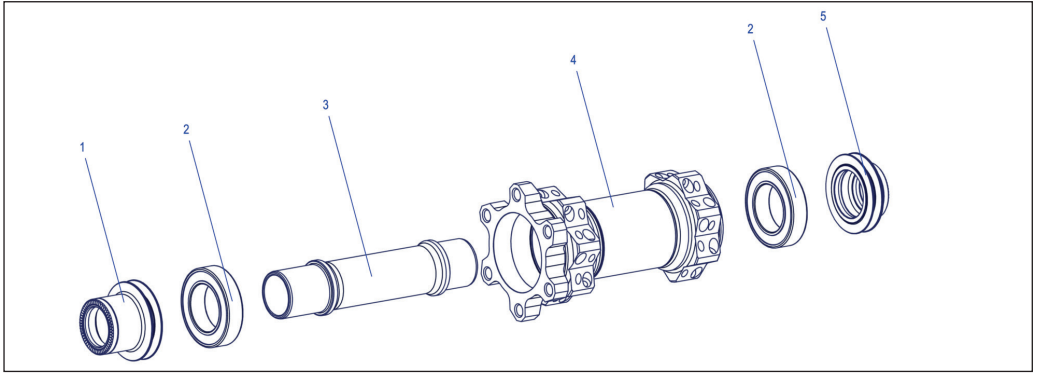

figure 1: Moyeu de roue avant 180, 240
1. Serrer l'une des deux coupelles (figure 1/1, 5) dans un étau.
1. Enfiler l'outil de démontage sur l'axe (figure 1/3).
2. Chasser le roulement à billes (figure 1/2) du carter de moyeu avec l'aide de l'outil de démontage et un marteau à tête plastique.
6. Chasser le deuxième roulement à billes (figure 1/2) du carter de moyeu avec l'aide de l'outil de démontage et un marteau à tête plastique.
3. Enfiler l'axe (figure 1/3) sur la douille de montage.
5. Enfiler sur l'axe le roulement à billes légèrement graissé (figure 1/2) avec le côté coloré vers l'extérieur sur le côté disc.
10. Enfiler sur l'axe du côté opposé au côté frein le roulement à billes légèrement graissé (figure 1/2) avec le côté coloré vers l'extérieur.
1. Graisser le roulement à billes apparent et la face intérieure des deux coupelles (figure 1/1, 5).
2. Mettre en place les deux coupelles (figure 1/1, 5) et les enfoncer à la main.